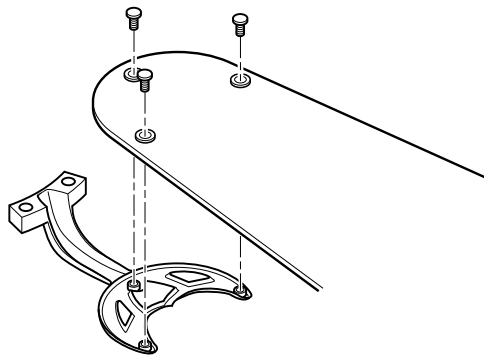
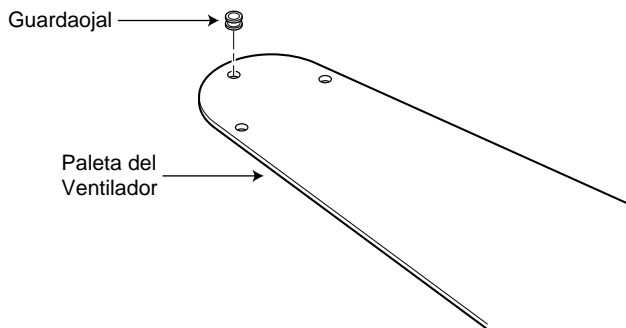

FIGURA 11
FIGURA 12
A. Monte las paletas de madera en los brazos usando tres tornillos para cada paleta. Vea la Figura 11. Si sus paletas tienen agujeros grandes, inserte ojales o anillos de goma en los agujeros. Vea la Figura 12.